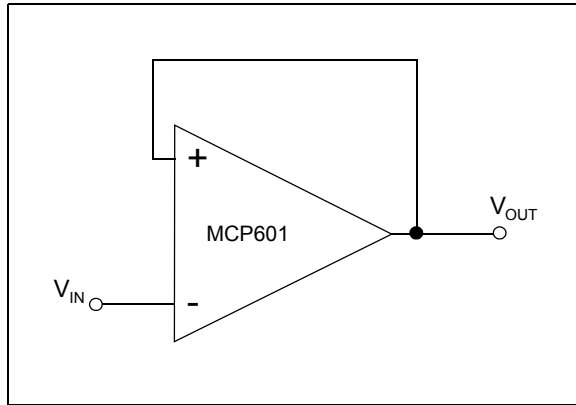

图 22: 压摆率最困难的测试条件是缓冲器配置，如图所示。
参数讨论——运放的压摆率 (SR) 参数表示放大器输入端驱动输出端达到满幅电压变化的速度。运放内部电路控制着压摆率，取决于对内部电容充/放电的电流的量。此参数的单位为伏/秒。压摆率是在输入电压满量程变化时运放输出电压从满幅的 10% 变化至 90% 的过程中测得的。在缓冲器或跟随器电路中，对运放的这项参数提出了最大的挑战，其电路配置如图 22 所示。在这种配置下，运放的反相输入端直接连接到缓慢变化的输出端，从而使输入端电路工作到其线性区。